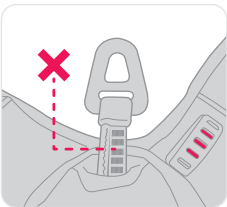

Figura 4
- Asigurați-vă că linia de coborâre nu este ieșită din dispozitiv, aceasta ar însemna că a avut loc o coborâre (figura 4). Dacă linia de coborâre este ieșită, dispozitivul MSA PRD se va scoate din uz și se va cere sfatul MSA sau al unui agent autorizat.
- *Notă: Dimensiunea și forma punctului de atașare poate diferi de cea prezentată în ilustrația de la figura 4.*